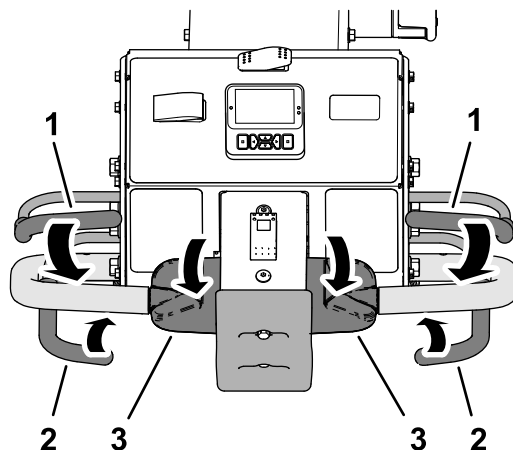

図 37
2. どちらかのオペレータベイルをハンドルバーと共に握り込み、走行コントロールの上部を前方に回転させ、エアレーションベイルを握り込む図 37。